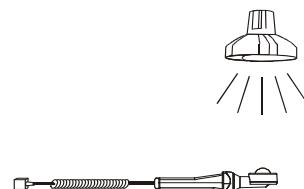

Рисунок 5.57: Позиционирование щупа люксметра
- Установите люксметр (см. *Рисунок 5.57: Позиционирование щупа люксметра*). Убедитесь, что люксметр включен.